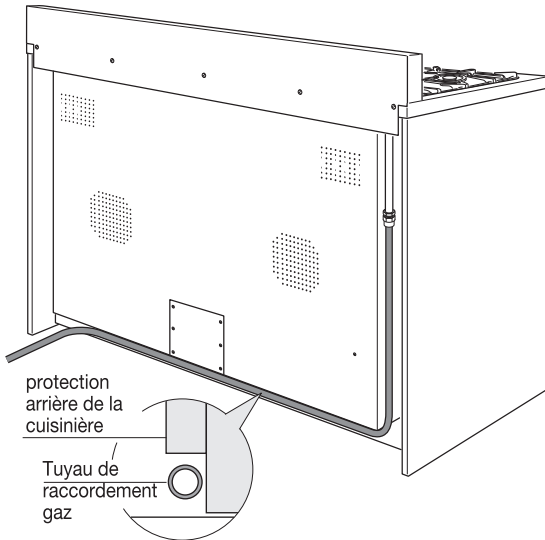

Fig. 2.1a
- Le raccordement s'effectue à l'arrière de l'appareil, à droite (fig. 2.1a, 2.1b), de façon à ce que le tuyau ne passe jamais derrière l'appareil (fig. 2.1a).